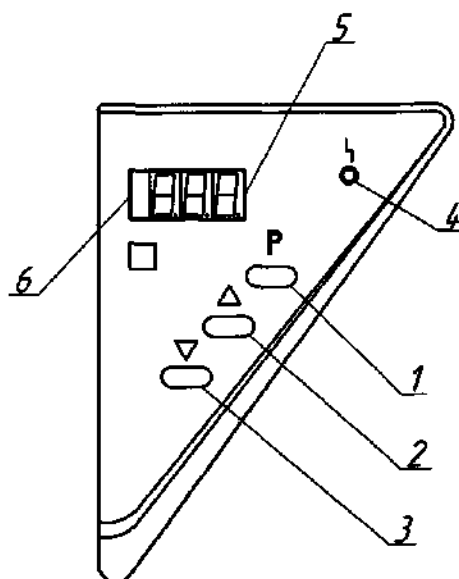
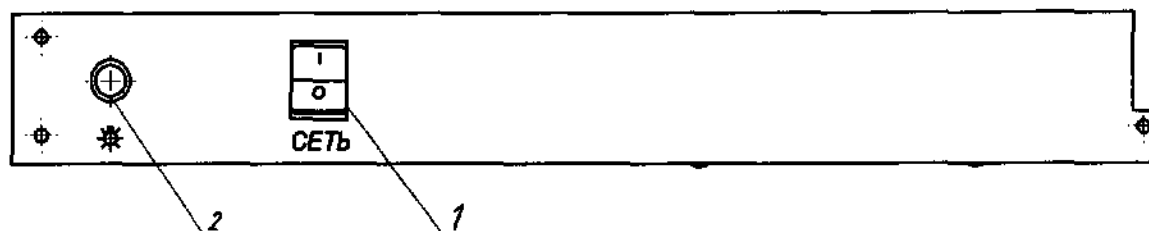

Рисунок 2 – Расположение органов управления термостатом на блоке управления
Рисунок 3 – Расположение органов управления термостатом на силовой панели.
Блок управления (рис.2) предназначен для автоматического управления процессом термостатирования в термостате.
Силовая панель (рис.3) предназначена для включения/выключения термостата - (поз.1) , включения света в камере.
Нажать на клавишу "СЕТЬ" (поз.1 рис.3) при этом на дисплее панели управления (поз.5 рис. 2) высвечивается температура в камере термостата.
Для просмотра значения установленной температуры нажмите кнопку "Р" (поз.1 рис.2), при этом блок управления перейдет в режим индикации установленной пользователем температуры.
Корректировка требуемой температурой осуществляется следующим образом: нажатием на кнопку "Р" переводим блок управления в режим индикации установленной пользователем температуры. Для корректировки этой температуры использовать кнопки " Δ " –увеличение и " ▽ " - уменьшение (поз.2, 3 рис.2) соответственно. Для сохранения откорректированной температуры нажмите на кнопку "Р".
При необходимости можно включить освещение камеры (кнопка поз.2 рис.3).
Индикатор (поз.6 рис.2) сигнализирует о включении нагревателя.
2.3.2 Вилку сетевого шнура включить в сеть. Нажать на клавишу "Сеть" (поз.1 рис.3), при этом загорится дисплей текущей температуры, показывающей температуру внутри камеры.
2.3.4. По окончании работы термостат выключить нажатием на клавишу "СЕТЬ" (поз.1, рис.3).